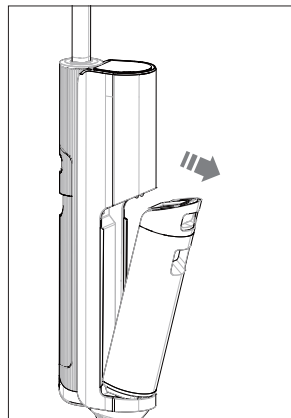

Fig. 8 – Extracción del depósito de agua
- ▶ Agarre el asidero del depósito de agua sucia (7) y presione hacia abajo el botón de desbloqueo del depósito de agua sucia (6).
- ▶ Extraiga el depósito de agua sucia del cuerpo del aparato (**véase Fig. 8**).